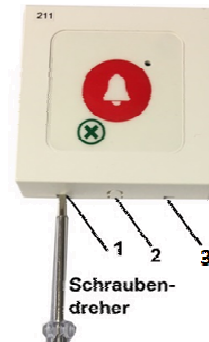

Abbildung 9
- Stecken Sie den Schraubendreher in den Schlitz 1 (Abbildung 9) und drücken Sie damit die Abdeckung vorsichtig nach oben und nehmen Sie die äußere Abdeckung herunter.
- Zum Schließen setzen Sie die äußere Abdeckung erst oben auf die Basis (Nummer 1 in Abbildung 10), und drücken sie dann vorsichtig unten (Nummer 2 in Abbildung 10) auf die Basis bis sie einrastet. Achten Sie darauf, dass die Aussparung 2 (Abbildung 9) sich auf der Unterseite befindet.